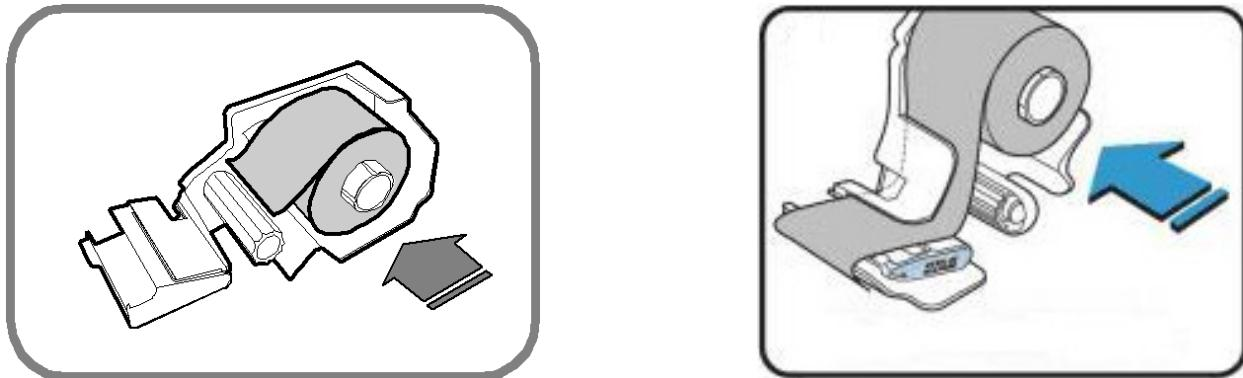

Рисунок 1.15 – Установка нового рулона
4. Установите новый рулон (см. рисунок 1.15) на приёмную катушку.